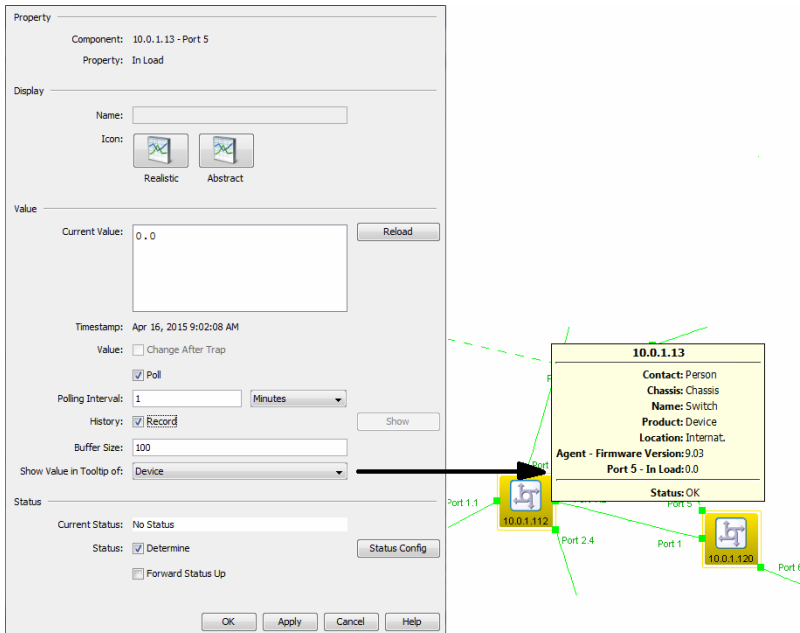

Figura 63: Características de detalle
- ▶ Mediante “Tamaño de buffer” especifica cuántas líneas acumula el archivo de log. Si desea que este valor aparezca de forma adicional en la información rápida de un componente superior, seleccione el componente “Presenta valor en ventana de ayuda” de la lista desplegable (ver la figura 63).